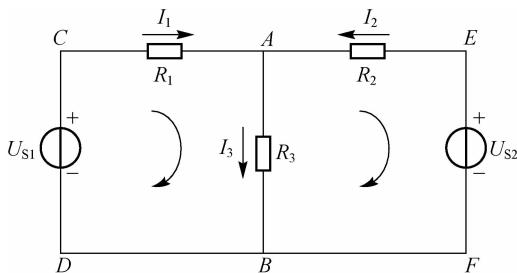

图3-42 复杂电路
计算复杂电路主要依据欧姆定律和基尔霍夫定律,这两条定律既适用于直流电路,又适用于交流电路和含有电子元件的非线性电路,因而是分析并计算电路的基本定律。如图3-42所示,复杂电路包括多个电源和多个元件,因而不能直接用欧姆定律来求解。
(1) 支路。由一个或几个元件首尾相接构成的无分支电路称为支路。在同一电路中,流过所有元件的电流相等。例如,在图3-42中, U_{S1} 和 R_1 构成一条支路, U_{S2} 和 R_2 构成一条支路, R_3 构成另外一条支路。
(2) 节点。三条或以上支路的交汇点称为节点。例如,在图3-42中,A、B两点均为节点。
(3) 回路。电路中的任一闭合路径称为回路,一个回路可能只含有一条支路,也可能包含几条支路。例如,在图3-42中,ABFEA、EFDCE、ABDCA都是回路。
(4) 网孔。回路内部不含有支路的最简单的回路称为网孔。例如,在图3-42中,ABFEA、ABDCA是网孔,而EFDCE不是网孔。